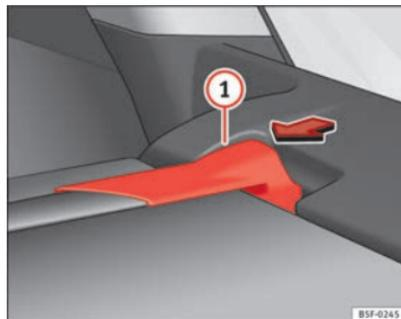

Abb. 95 Im Gepäckraum: die Gepäckraumabdeckung abnehmen
- Drücken Sie die Aufhängung der Gepäckraumabdeckung ⇒ Abb. 95 **(1)** in Pfeilrichtung.
- Lassen Sie die Aufhängung der Gepäckraumabdeckung ⇒ Abb. 95 ① in der rechten Aufnahme einrasten.
- Überprüfen Sie nun, ob die Aufhängung ⇒ Abb. 95 ① ordnungsgemäß eingerastet ist.